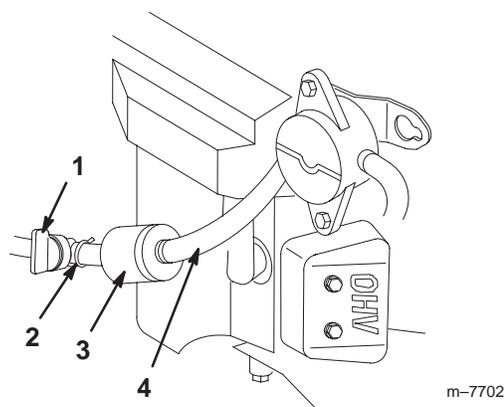

Figure 36
5. Fermez le robinet d'essence (Fig. 36).
6. Pincez les extrémités des colliers et faites glisser ceux-ci pour les éloigner du filtre (Fig. 36).
8. Posez un filtre neuf et rapprochez les colliers de fixation du filtre (Fig. 36).
3. Fermez le robinet d'essence (Fig. 36).
4. Desserrez le collier de serrage au niveau du filtre à carburant et repoussez-le le long de la conduite d'alimentation pour l'éloigner du filtre (Fig. 36).
5. Débranchez la conduite d'alimentation du filtre à carburant (Fig. 36).
Remarque : Laissez l'essence s'écouler dans un bidon ou un bac de vidange (Fig. 36).
7. Raccordez la conduite d'alimentation au filtre. Rapprochez le collier de serrage du filtre pour fixer la conduite d'alimentation (Fig. 36).